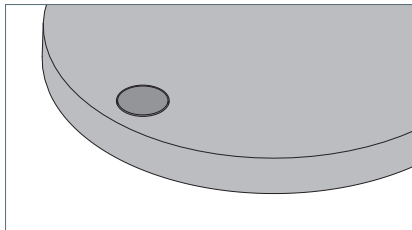

Fig. 3: Tipka.
- ▶ Kratko pritisnite tipku, pog. Fig. 3.
- ▶ Pritisnite tipku i držite je pritisnuta, pog. Fig. 3.
- ▶ Pritisnite tipku i držite je pritisnuto deset sekundi dok svjetiljka ne počne svijetliti u pravilnim intervalima, pog. Fig. 3. Svjetiljka je u načinu rada za programiranje. Svijetljenje pokazuje nakon koliko će se sati svjetiljka isključiti ili je li deaktivirano automatsko isključivanje.